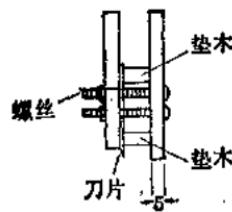

图 3
4. 将刀片贴紧刀架，刀片与刀把中间垫上木条(木条的厚度取决于所划木片的宽度)。再用螺帽拧紧，见图3。一把划刀就制成了。